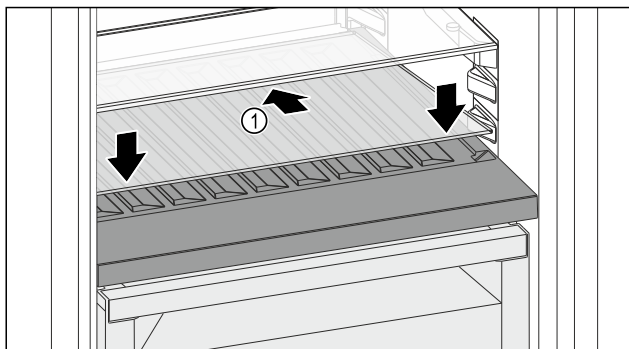

Fig. 149
- Sätt an glasskivan Fig. 149 (1) snett och lutad bakåt.
- Sänk glasskivan Fig. 149 (1) framtill.